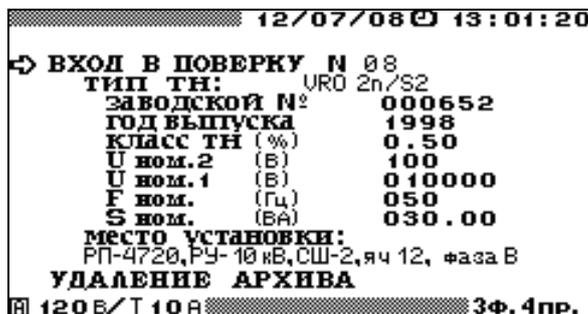

Рисунок 4.5.2 Окно параметров поверки трансформаторов напряжения
В окне входа в поверку ТН (рисунок 4.5.2) отображаются параметры поверяемого ТН, перемещение по пунктам осуществляется с помощью клавиш ↓ и ↑.
Для изменения любого из параметров, соответствующих выбранному типу ТН (рисунок 4.5.2), необходимо подвести курсор к соответствующему параметру и нажать клавишу `ENT`. В открывшемся окне с помощью цифровой клавиатуры и клавиш  $\leftarrow$ ,  $\rightarrow$  ввести нужные значения. Для ввода нового значения необходимо нажать клавишу `ENT`, для отказа от ввода набранного значения необходимо нажать клавишу `ESC`.
- заданное в окне параметров поверки (рисунок 4.5.2) номинальное значение полной мощности поверяемого ТН (ВА);
- заданное в окне параметров поверки (рисунок 4.5.2) номинальное значение напряжения вторичной обмотки (кВ)